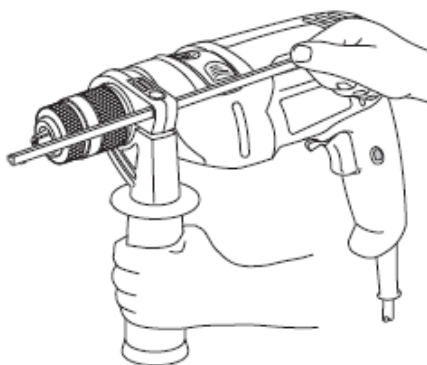

FIGURA 4
2. Ajuste o guia de profundidade (Item 8 da figura 1) no furo de montagem como ilustrado na figura 4, ajuste a profundidade de furação desejada, aperte a pega de apoio girando o punho no sentido horário.